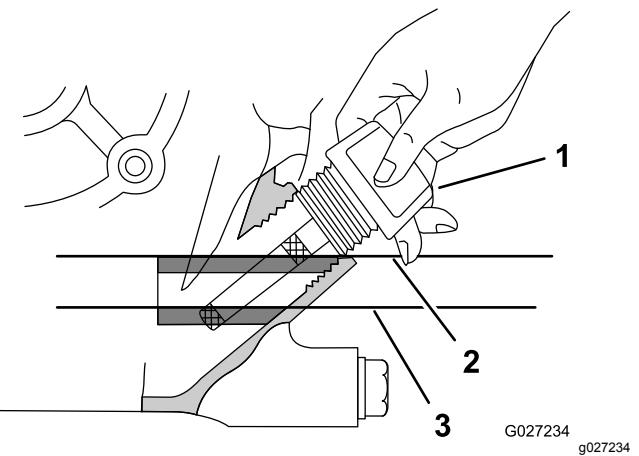

Bild 13
5. Stecken Sie den Peilstab des Motors wieder ein, wie in Bild 13 dargestellt.
6. Entfernen Sie den Peilstab vom Einfüllstutzen und kontrollieren Sie auf den Ölstand auf dem Peilstab (Bild 13).
**Hinweis:** Der Motorölstand muss zwischen den mit der Schraffur gekennzeichneten Bereichen des Peilstabs liegen (Bild 13).
8. Schrauben Sie den Peilstab handfest im Einfüllstutzen ein (Bild 13).
4. Entfernen Sie den Peilstab aus dem Motor und wischen Sie ihn mit einem sauberen Lappen ab (Bild 13).